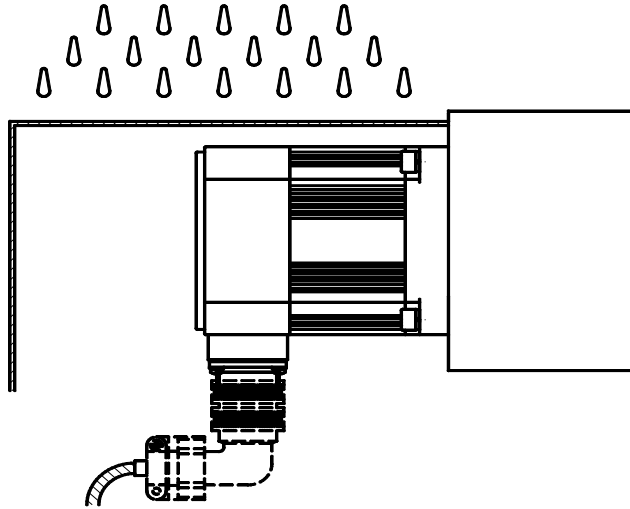

图 2
10.3 当电动机接插件侧朝水平方向时，电缆在接入接插件前需作滴状半圆型弯曲（见图 2）。